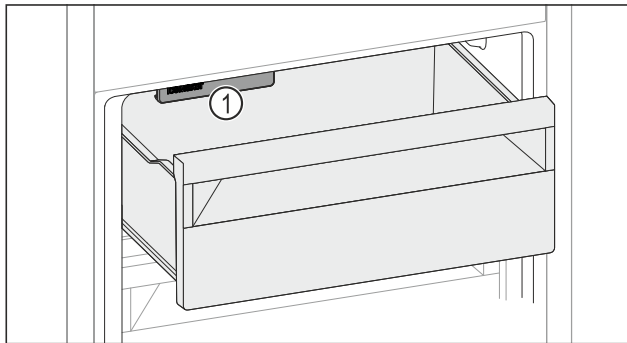

Fig. 131
- Huomioi IceMaker Fig. 131 (1).